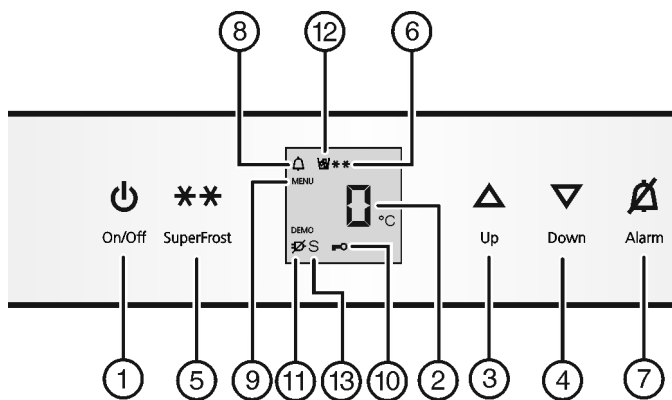

Fig. 2
- ▶ Apertar tecla On/Off Fig. 2 (1).
- ▶ Ativar o modo de configuração: Pressionar a tecla SuperFrost Fig. 2 (5) por cerca de 5 s.
- ▷ O símbolo Menu Fig. 2 (9) fica iluminado.
- ▶ Com a tecla de regulagem Up Fig. 2 (3) / tecla de regulagem Down selecionar Fig. 2 (4)*.
- ▶ Confirmar: Pressionar brevemente a tecla SuperFrost Fig. 2 (5).
- ▶ Com a tecla de regulagem Up Fig. 2 (3) / tecla de regulagem Down selecionar Fig. 2 (4) °F ou °C.
- ▶ Finalizar o modo de configuração: Pressionar a tecla On/Off Fig. 2 (1).
- ▶ Ativar modo de regulação: Tecla SuperFrost *Fig. 2 (5)* apertar aprox.5 s
- ▷ O símbolo Menu *Fig. 2 (9)* fica iluminado.
- ▶ Com Tecla de ajuste para cima *Fig. 2 (3)* e Tecla de ajuste para baixo *Fig. 2 (4)* selecionar.
- ▶ A Tecla SuperFrost *Fig. 2 (5)* apertar brevemente, para confirmar.
- ▶ Para ativar a proteção infantil Tecla SuperFrost *Fig. 2 (5)* apertar brevemente.
- ▷ O símbolo Proteção Infantil *Fig. 2 (10)* acende. Na indicação fica piscando **c**.
- ▶ Para desligar a proteção infantil Tecla SuperFrost *Fig. 2 (5)* apertar brevemente.
- ▷ O símbolo Proteção Infantil *Fig. 2 (10)* apaga. Na indicação fica piscando **c**.
- ▶ Desativar modo de configuração: Apertar tecla On/Off *Fig. 2 (1)*.
- ▶ Apertar tecla Alarm *Fig. 2 (7)*.
Ao mesmo tempo piscará a indicação de temperatura e o símbolo Alarme *Fig. 2 (8)*
O alerta sono emudece automaticamente, o símbolo Alarme *Fig. 2 (8)* se apaga e a indicação de temperatura deixa de piscar, quando a temperatura estiver novamente suficientemente fria..
- ▶ Apertar a tecla *Fig. 2 (7)*.
- ▶ Ativar o modo de configuração: Pressionar a tecla SuperFrost *Fig. 2 (5)* por cerca de 5 s.